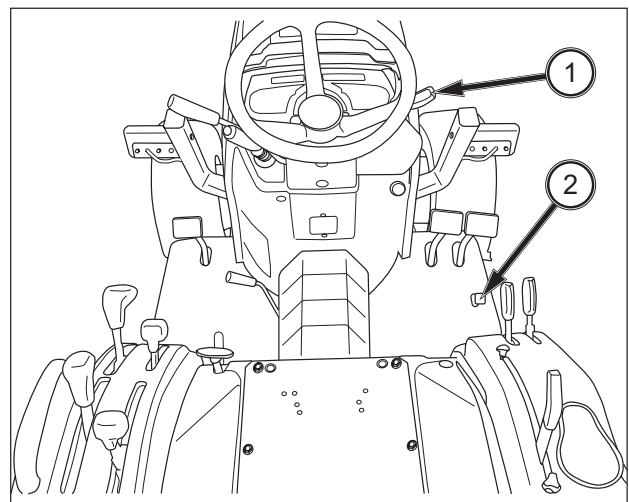

**ABB. 48 (Mechanisches Getriebe)**
**ABB. 48: Handgashebel (1)** – Regelt die Motordrehzahl und verbleibt in der vom Fahrer gewählten Position. Bei nach vorne geschobenem Handgashebel (→) läuft der Motor im Leerlauf. Die Motordrehzahl steigt an, wenn der Hebel nach hinten gezogen wird (←).
**Gaspedal (2)** – Hat Priorität vor der Einstellung des Handgashebels und erhöht die Motordrehzahl. Wird dieses Pedal gelöst, sinkt die Motordrehzahl wieder auf den Wert, der mit dem Handgashebel eingestellt wurde.
**HINWEIS:** Das Gaspedal (2) fehlt bei Modellen mit hydrostatischem Getriebe.